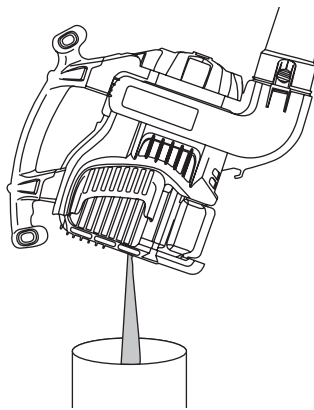

Fig. 25
2. Vierta el aceite fuera del orificio de llenado de aceite en un recipiente inclinando la unidad hasta una posición vertical (Fig. 25). Deje suficiente tiempo como para completar el drenaje.